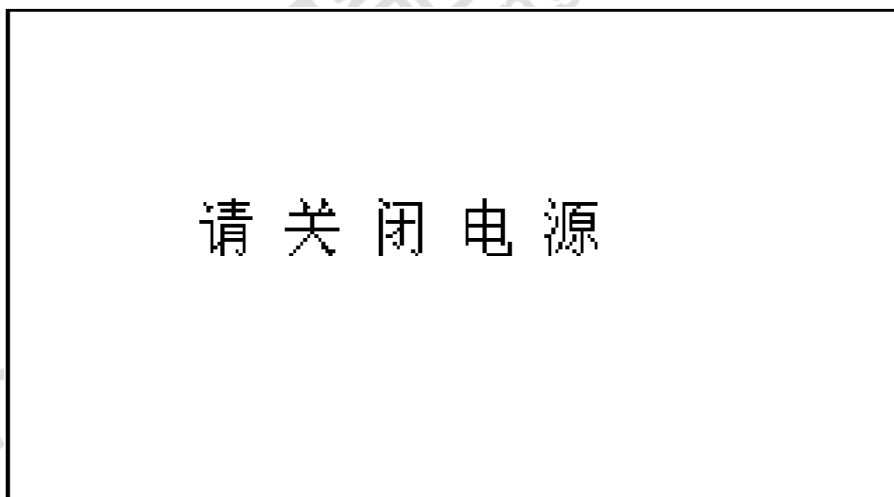

图 21
4.7 系统具备自动提示关机功能，非测试状态下，若 5 分钟无任何操作，则显示图 21 关机提示界面。